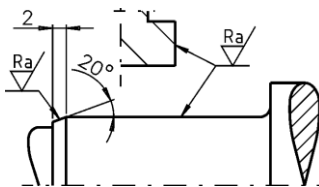

Bild 2
- Einbau- und Anschlussmaße gemäß Einbauzeichnung oder Datenblatt überprüfen, Kanten und Absätze, über die Wellenhülsen mit Dichtelementen geschoben werden, sind auf  $2 \times 20^\circ$  abzuschärfen und zu verrunden (Bild 2).